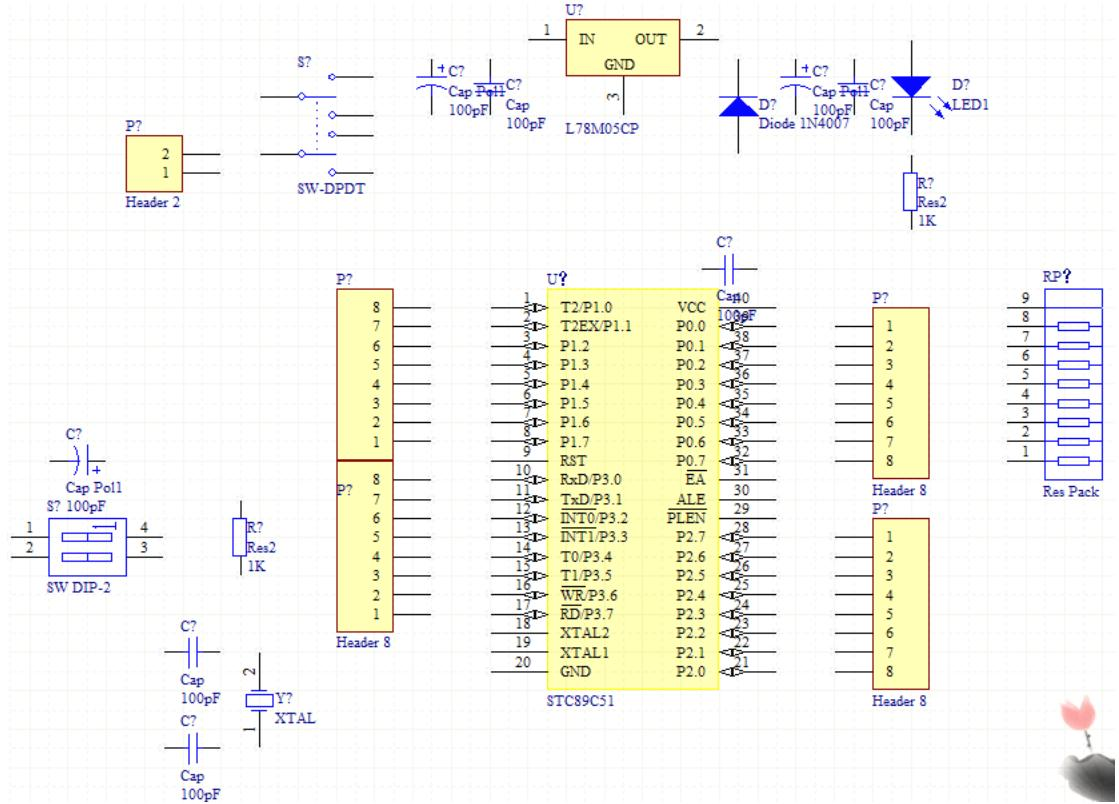

图 6-6.31 放置元器件完成后的原理图
**Step5:** 依次按照 Step4 的方法进行其他元器件的放置。放置完成后如图 6-6.31 所示。